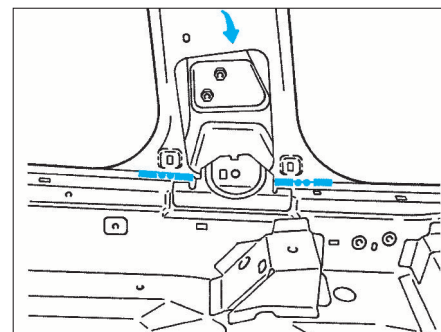

FIG. 59
- Dans l'habitacle, meuler les cordons (Fig.59).